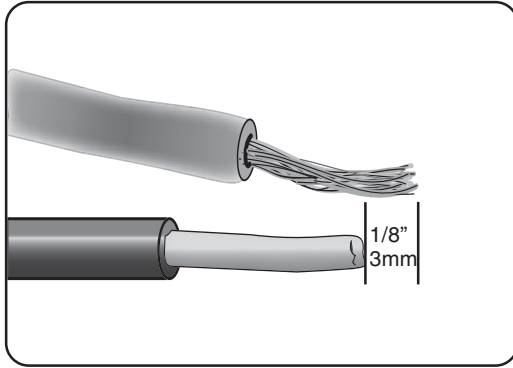

Ilustración 29
- Extienda los cables de conductores trenzados en la lavadora que miden 1/8" (3 mm) fuera del cable de alimentación eléctrica con conductores sólidos (o enterizos), como muestra la **Ilustración 29**.